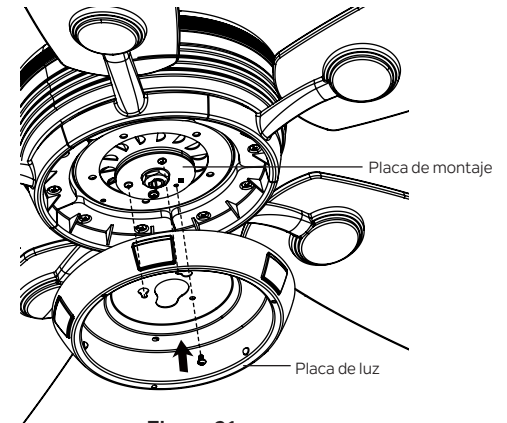

Figura 21
**Paso 2.** Coloque los dos orificios de la ranura en la placa de luz sobre los dos tornillos que aflojó previamente de la placa de montaje. Gire la placa de luz hasta que encaje en su lugar en el extremo estrecho de los orificios de llave. Fije apretando los 2 tornillos previamente aflojados y el que quitó previamente. (Figura 21)